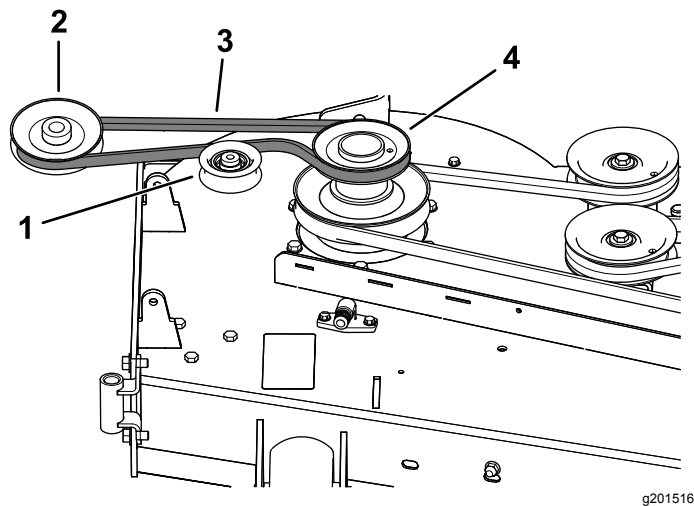
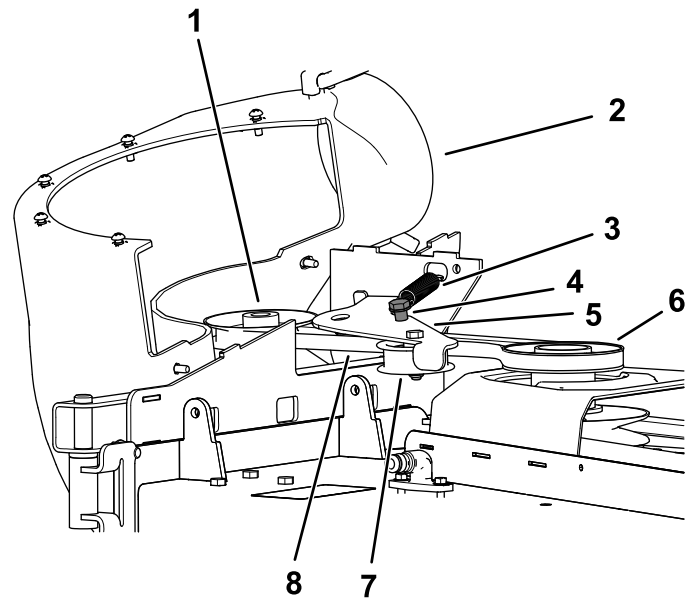

Figura 25
Figura 26
1. Se necessário, instale a correia em redor da polia do soprador (Figura 25).
1. Instale a correia em redor da polia do soprador (Figura 25 e Figura 26); consulte 10 Instalação da estrutura do soprador (página 16).
3. Afaste a polia intermédia da mola do pólo de mola fixo e coloque a correia em redor da polia da plataforma do cortador (Figura 26).
4. Oriente a correia pela polia da transmissão, conforme ilustrado em Figura 25 e Figura 26.